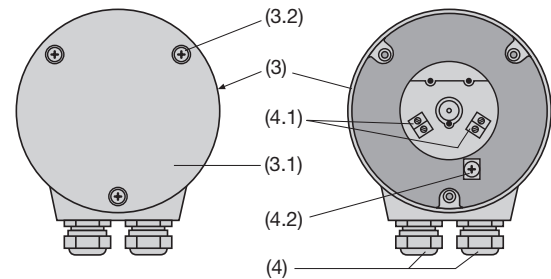

Bild 6. Rückenteil (3) mit Klemmen (4.1) sowie (4.2) und Stopfbuchsen (4).
Bei den Varianten mit direkt am Messumformer angebrachten **Schraubklemmen** und **Stopfbuchsen** befinden sich 4 Schraubklemmen (4.1) und 1 Erdungsklemme (4.2) – wie Bild 6 zeigt – im Rückenteil (3). Die Schraubklemmen eignen sich für max. 1,5 mm² Drahtquerschnitte und sind nach Abnehmen des Deckels (3.1) zugänglich.
... mit **Schraubklemmen** und **Stopfbuchsen** die 3 Schrauben (3.2) herausschrauben, und den Deckel (3.1) abnehmen (Bild 6, links).